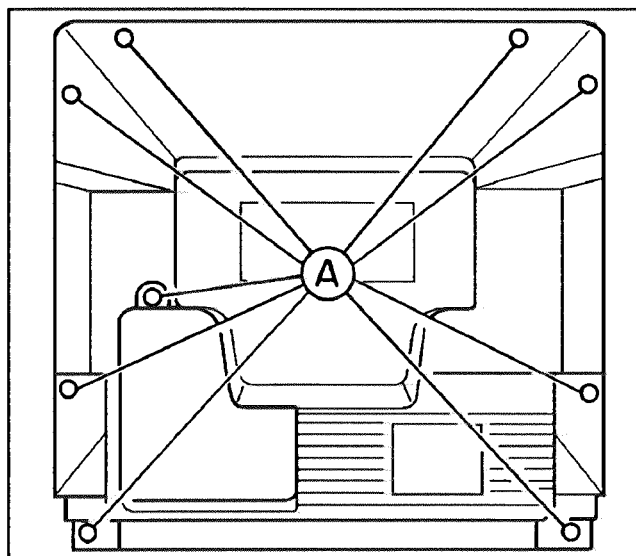

Fig.1 Rimozione del coperchio posteriore
1. Togliere il coperchio posteriore dopo aver rimosso le 9 viti da Ⓐ come mostrato nella Fig.1.